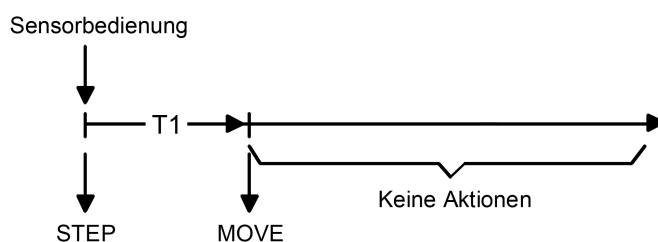

Bild 29: Telegrammkonzept bei der Bedienung einer Sensorfläche der Kanalfunktion "Rolllade Step / Move"
- Unmittelbar beim Drücken einer Sensorfläche sendet das Gerät ein Kurzzeittelegramm auf den Bus aus (Bild 29), wodurch ein fahrender Antrieb gestoppt und intern die "Zeit zwischen Kurz- und Langzeitbedienung" T1 gestartet wird. Wenn das betätigte Sensorelement innerhalb von T1 wieder losgelassen wird, sendet das Gerät kein weiteres Telegramm aus. Dieser Step dient zum Stoppen einer laufenden Dauerfahrt. Die "Zeit zwischen Kurz- und Langzeitbedienung" wird in der Konfigurationssoftware definiert und sollte kürzer eingestellt sein als der Kurzzeitbetrieb des Aktors, damit es hier nicht zu einem störenden Ruckeln des angesteuerten Antriebs kommt.